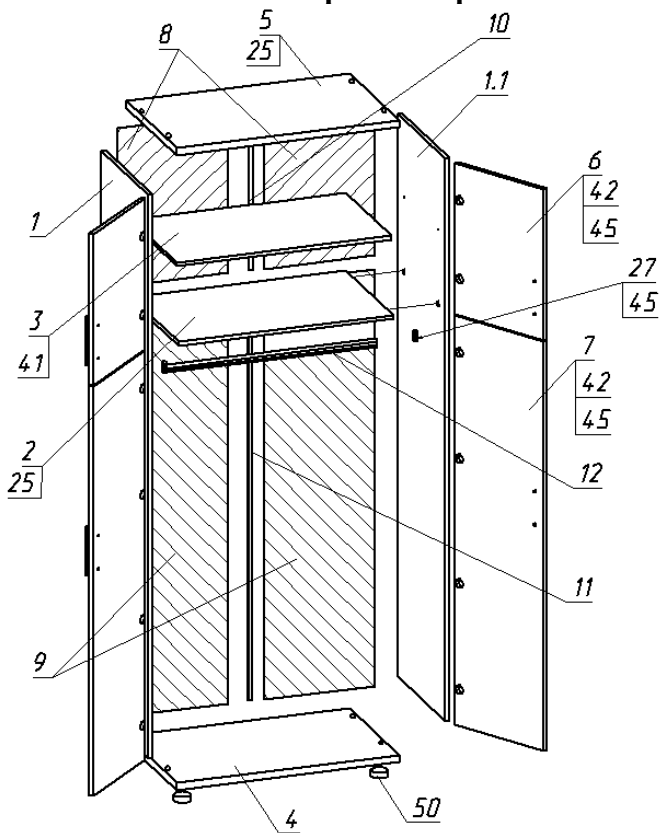

Рис. 4
3. Закрепить задние стенки из ДВП гвоздями Ø1,2x20 по периметру с шагом 100мм и по углам шурупами Ø3x20, скрепками (поз.67)(рис. 3) и шурупами Ø3x20 в местах стыка на полках. Между собой задние стенки (поз.13) стыкуются соединительным брусом (рис.4).